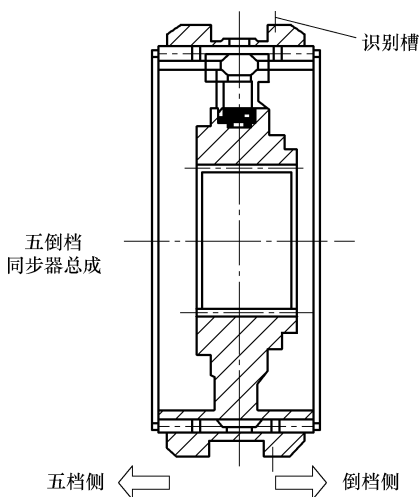

图 3-67 五档识别槽
4) 安装五倒档同步器总成。五倒档同步器齿套上有一个 R 识别槽的一边朝倒档齿轮方向，无识别槽的一边朝五档方向，齿套和齿套的方向也不能装反，如图 3-67 所示。